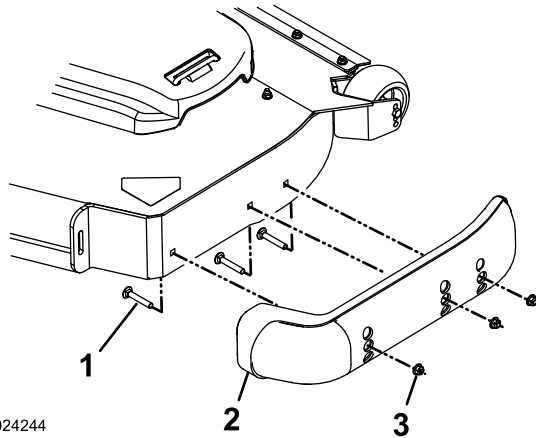

Figura 36
3. Retire los pernos de cuello cuadrado y las tuercas de cada patín (Figura 36).